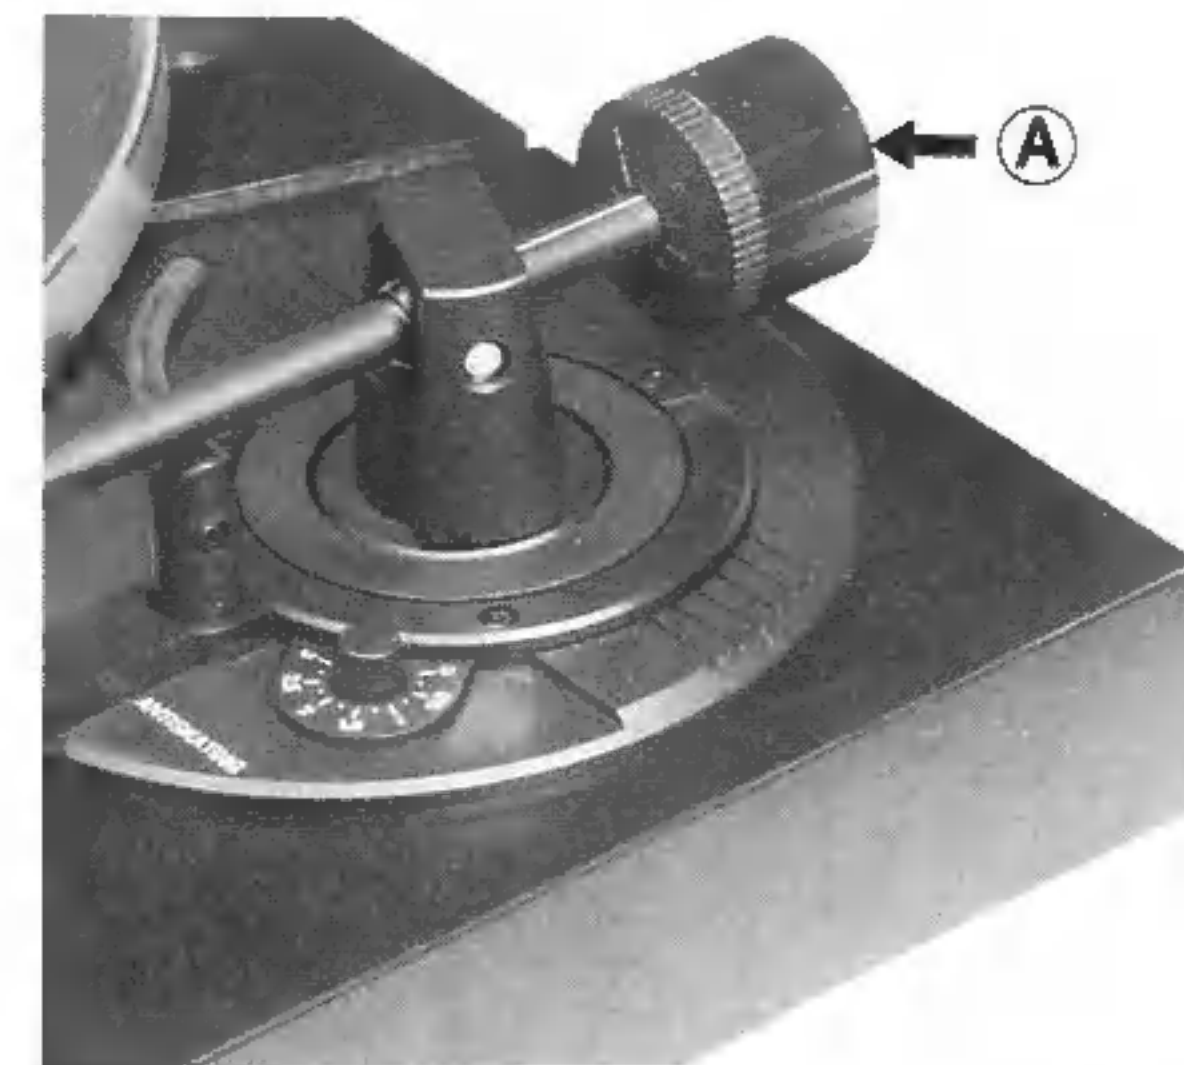

Fig. 3
Drehen Sie nun das Ausgleichsgewicht (A) (Fig. 3) im Uhrzeigersinn von hinten auf das Tonarmrohr, und zwar so, daß die Ziffernscheibe nach vorne zeigt.